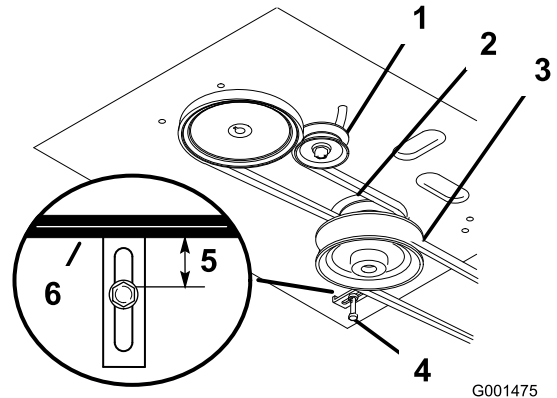

Figura 32
4. Retire la correa del cortacésped (Figura 32).
5. Afloje el perno de pivote lo suficiente para poder desplazar la polea tensora dentro de la ranura, y retire la correa de tracción de las poleas del motor y de la transmisión (Figura 32).
6. Instale la correa nueva alrededor de las poleas del motor y de la transmisión (Figura 32).
7. Desplace la polea tensora respecto al bastidor del motor para tensar la correa de tracción (Figura 32).
8. Instale la correa del cortacésped (Figura 32).
9. Compruebe que la guía de la correa, situada debajo del bastidor del motor, está ajustada correctamente (Figura 32).
13. Compruebe que la guía de la correa, situada debajo del bastidor del motor, está ajustada correctamente (Figura 32).